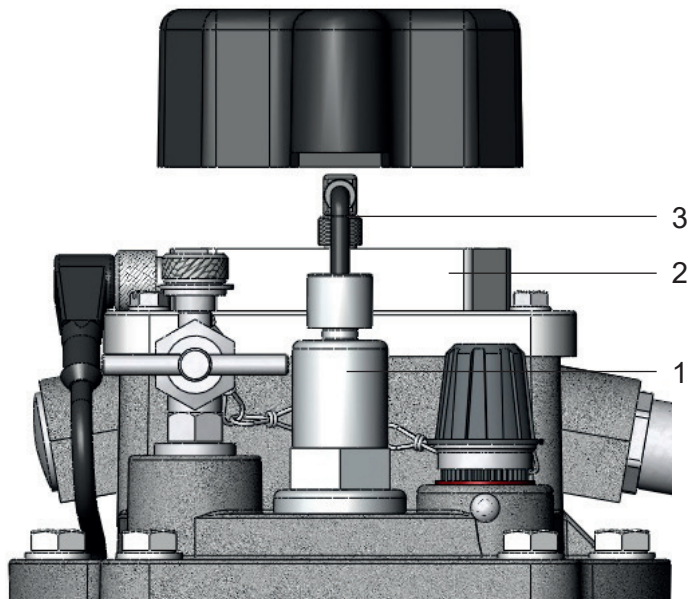

Figura 5 - Tapa con cubierta desmontada
- Separe la conexión entre la sonda (Figura 5/ No. 1) y la unidad amplificadora (Figura 5/ No. 2) aflojando el conector tipo macho y hembra LS - M8 (Figura 5/ No. 3)
Tome para ello el enchufe LS (Figura 5/ No. 3) por la pieza de mano corrugada y sáquelo sin torcerlo. Si se tuerce el enchufe puede ser destruido.